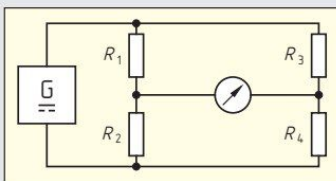

Bild 1: Brückenschaltung
- Berechnen Sie für die Brückenschaltung (**Bild 1**) den Widerstandswert R_3 , wenn das Messgerät keinen Ausschlag zeigt.